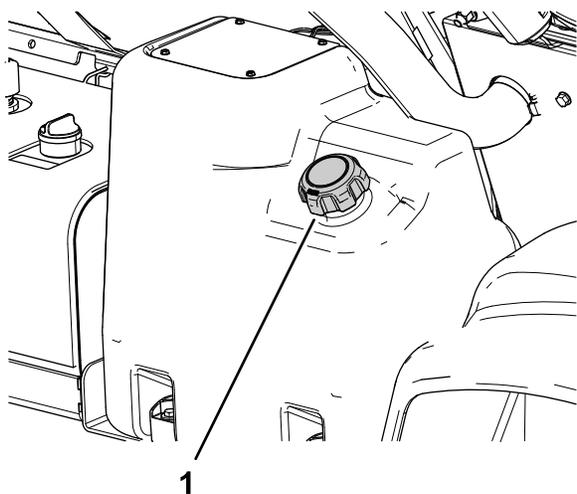

Рисунок 23
2. Очистите поверхность вокруг крышки топливного бака (Рисунок 23).